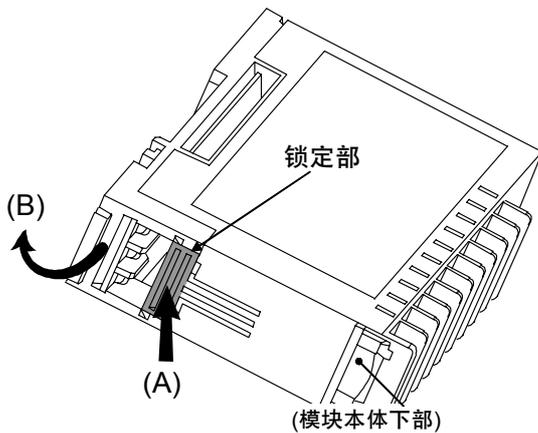

图 1: 基座部的拆卸
2. 在按下锁定部的状态 (A), 将基座部从模块本体拆下(B)。 (图 1)